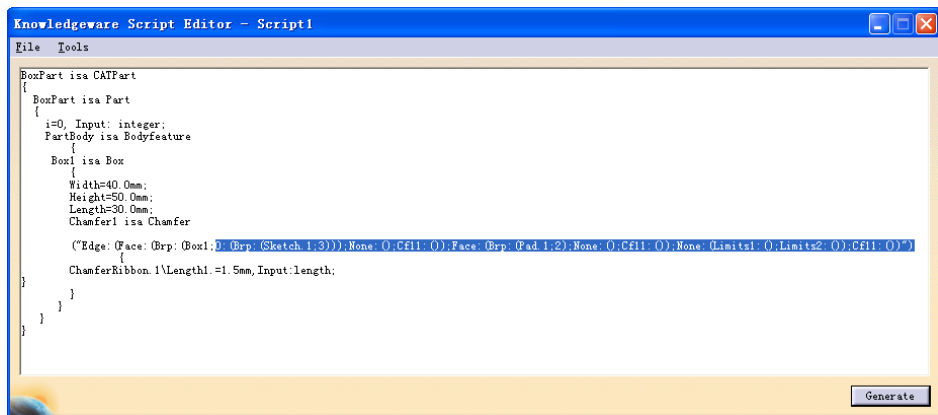

图 16-13
(3) 先生成四方体后, 鼠标放到 Chamfer1 isa Chamfer, 按右键, 选择 Get Edge (图 16-13 中暗色部分), 在其前面加("Edge:(Face:(Brp:(Box1;